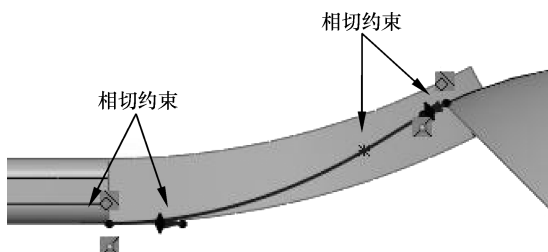

图 4-104 绘制草图 4
- 18 随后在上视基准面中绘制如图 4-104 所示的草图 4。